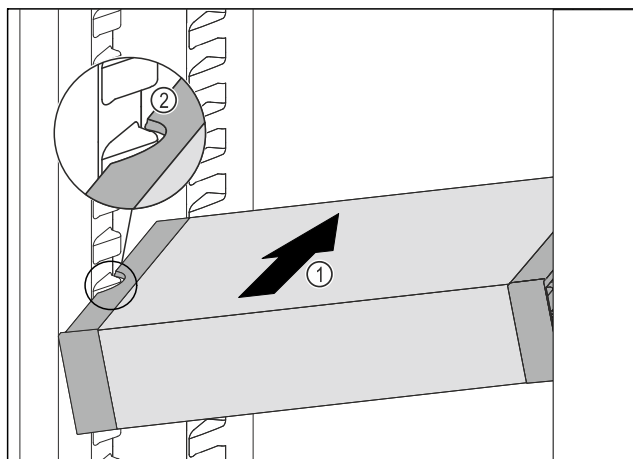

Fig. 156
- Inserire VarioSafe ad angolo nel vano frigorifero Fig. 156 (1), fino a quando le cavità laterali Fig. 156 (2) di VarioSafe non si trovano al livello della nervatura del contenitore nel vano frigorifero.